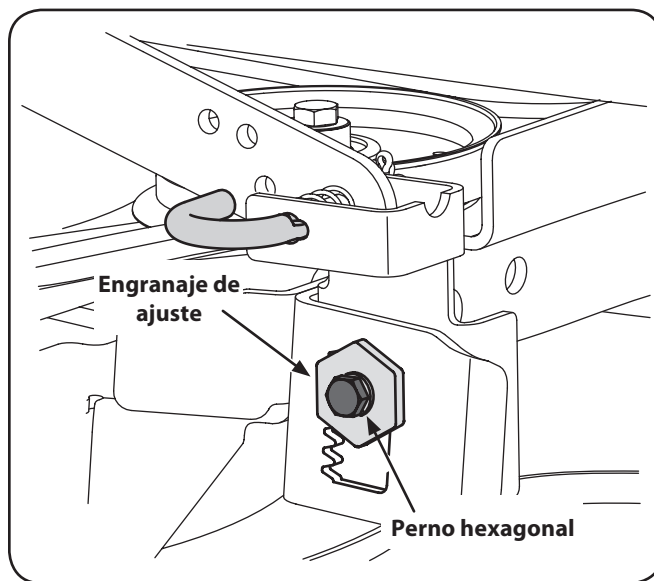

Figura 6-5
3. Afloje, pero NO extraiga, el perno de cabeza hexagonal ubicado en la ménsula de suspensión izquierda de la plataforma. Vea la Figura 6-5.
4. Con una llave, levante o baje el lado izquierdo de la plataforma girando el engranaje de ajuste. Vea la Figura 6-5.